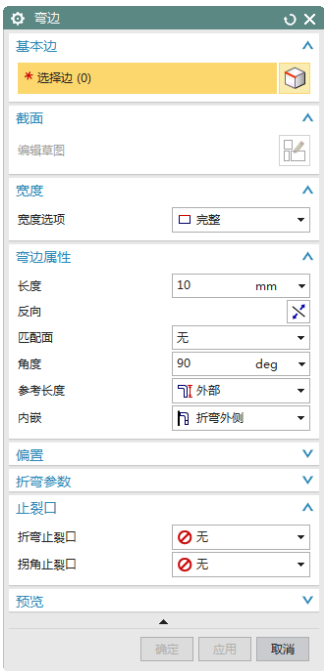

图 6-62 “弯边”对话框
(1) 选择“菜单(M)”→“插入(S)”→“折弯(N)”→“弯边(F)...”，或者单击“主页”选项卡“折弯”面组上“弯边”按钮，打开如图 6-62 所示“弯边”对话框。设置“宽度选项”为完整，“长度”为 10，“角度”为 90，“参考长度”为“外部”，“内嵌”为“折弯外侧”，在“折弯止裂口”和“拐角止裂口”下拉列表框中选择“无”。